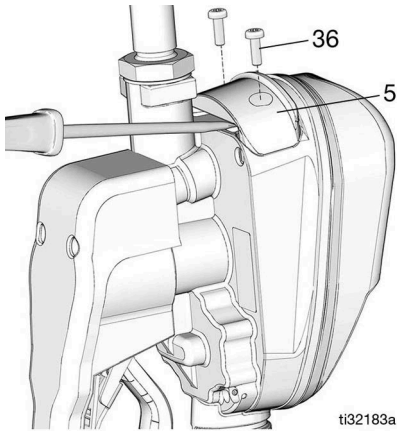

FIG. 38
1. Retirer les vis (36) du couvercle du compartiment à piles (5) (FIG. 38).
2. À l'aide d'un petit tournevis plat, soulever délicatement le couvercle du boîtier de la vanne de distribution dosée par le bas, à côté de la fixation de la rallonge (FIG. 38).